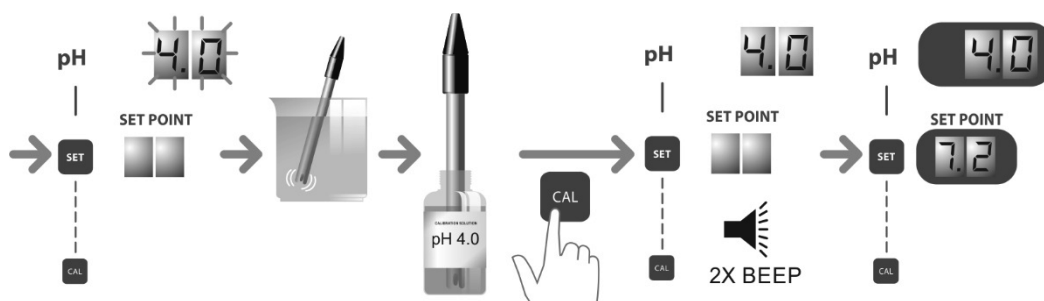

Fig. 15b.
5. Agite suavemente o eletrodo para desprender as gotas de água que possam ficar no mesmo e introduza-o na dissolução padrão pH=4,0. Agite suavemente alguns segundos e prima “CAL” [8]. Depois de estabilizada a leitura, aparece “4.0” no visor superior e, seguidamente, são emitidos 2 sinais sonoros de finalização do processo. O regulador abandonará automaticamente o modo de calibração e ficará operacional. (Fig. 15b).